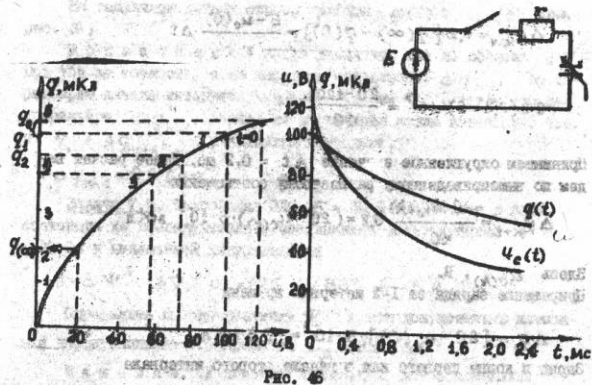

Рис. 46
**Задача 7.4.** Постоянная ЭДС  $E = 20 \text{ В}$  включается в цепь, состоящую из последовательно соединенных сопротивления  $r = 40 \text{ Ом}$  и нелинейной емкости. Характеристика емкости изображена на рис. 46. Начальное напряжение на емкости  $u_C(0-) = 120 \text{ В}$ .
**Решение.** Определяем начальную и конечную точки на характеристике. Начальному напряжению  $u_C(0) = 120 \text{ В}$  по характеристике соответствует заряд  $q(0) = 5 \text{ мкКл}$ , конечному напряжению  $u_C(\infty) = E = 20 \text{ В}$  - заряд  $q(\infty) = 2,2 \text{ мкКл}$  (см. рис. 46).